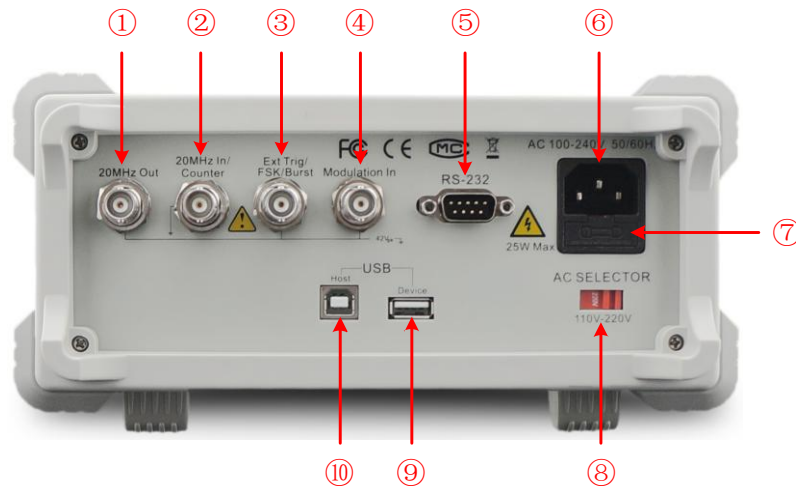

Abb. 0-2 Überblick über die Rückseite
Der Funktionsgenerator arbeitet mit einer 110V oder 220V Spannungsquelle. Der Benutzer kann den Spannungsbereich mit dem Netzspannungsumschalters auf der Rückseite des Gerätes entsprechend des Standards seines Landes einstellen (siehe S. 6 Abb. 0-2 - 8) und eine geeignete Sicherung verwenden.
2. Überprüfen Sie, ob die im Werk installierte Sicherung (250 V, F2AL) dem ausgewählten Spannungsbereich entspricht. Müssen Sie die Sicherung wechseln, öffnen Sie die Abdeckung (siehe S. 6 Abb. 0-2 - 7) mit einem flachen Schraubenzieher und tauschen Sie die Sicherung aus.